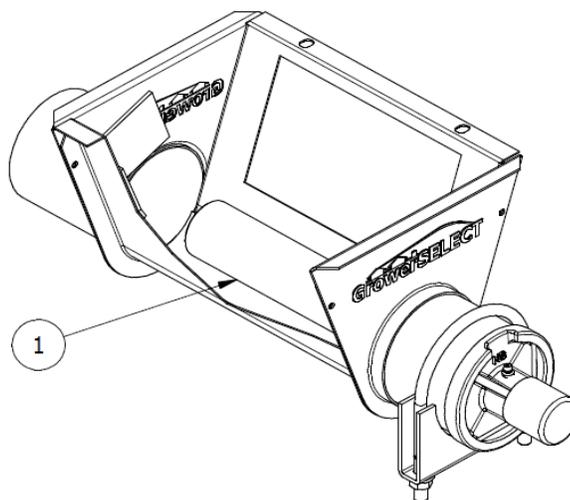

Figura 25. Ajuste del tubo Restrictor - Modelos 75, 90, y HR SOLAMENTE.
Algunos descargadores tienen restrictores que pueden ser ajustados por el aumento de la capacidad de ejecución. (Ver Figura 25) **NO AJUSTE EL RESTRICTOR HASTA QUE EL SISTEMA HA ESTADO EN FUNCIONAMIENTO Y EL SISTEMA FUNCIONE BIEN.**
4. Use una sierra para cortar 1 "(25 mm) a la vez en el extremo del tubo restrictor para aumentar el flujo de alimento. Consulte la Figura 25.